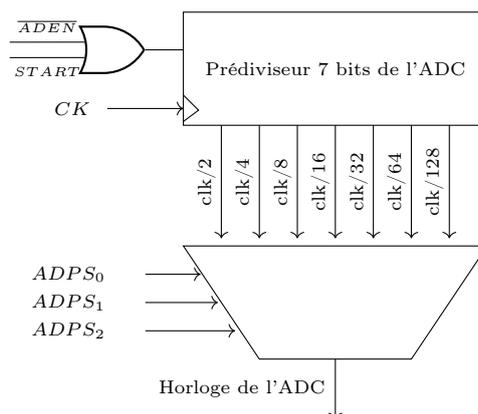

Figure 2.3: Horloge de l'ADC
– *ADPS₂, ..., ADPS₀* : Bits de Sélection du facteur de pré-division de l'horloge interne du convertisseur en fonction du quartz (cf figure 2.3)